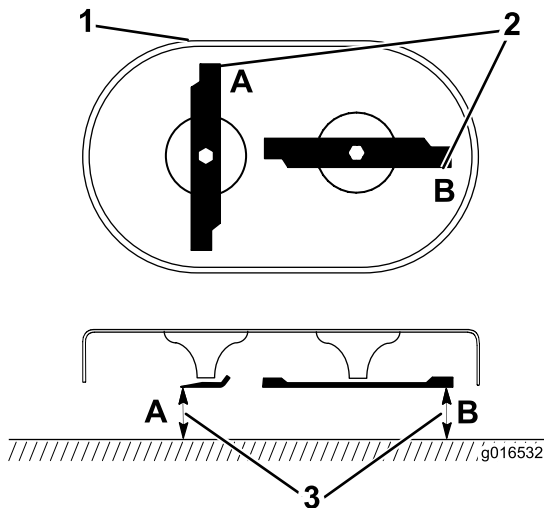

Figura 42
1. Gire las cuchillas a la posición mostrada en Figura 42.
2. Mida desde una superficie nivelada hasta los filos de corte, en las posiciones **A** y **B** (Figura 42) y anote las dimensiones.
3. Gire las cuchillas de manera que sus extremos opuestos estén en las posiciones **A** y **B** (Figura 42).